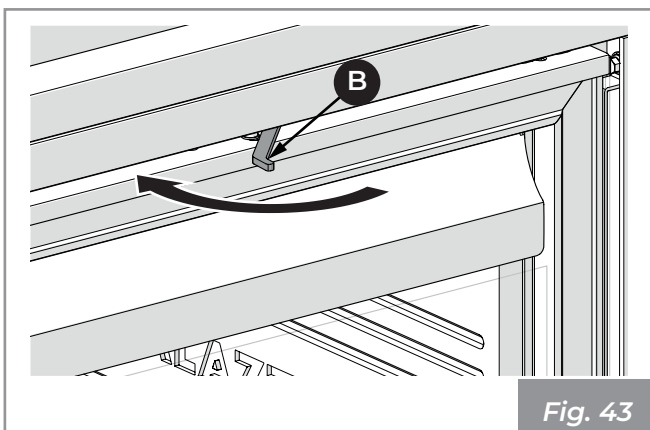

Fig. 43
5) Empujar con la mano la palanca (B) y regresarla a la posición de bloqueo (Fig. 43).